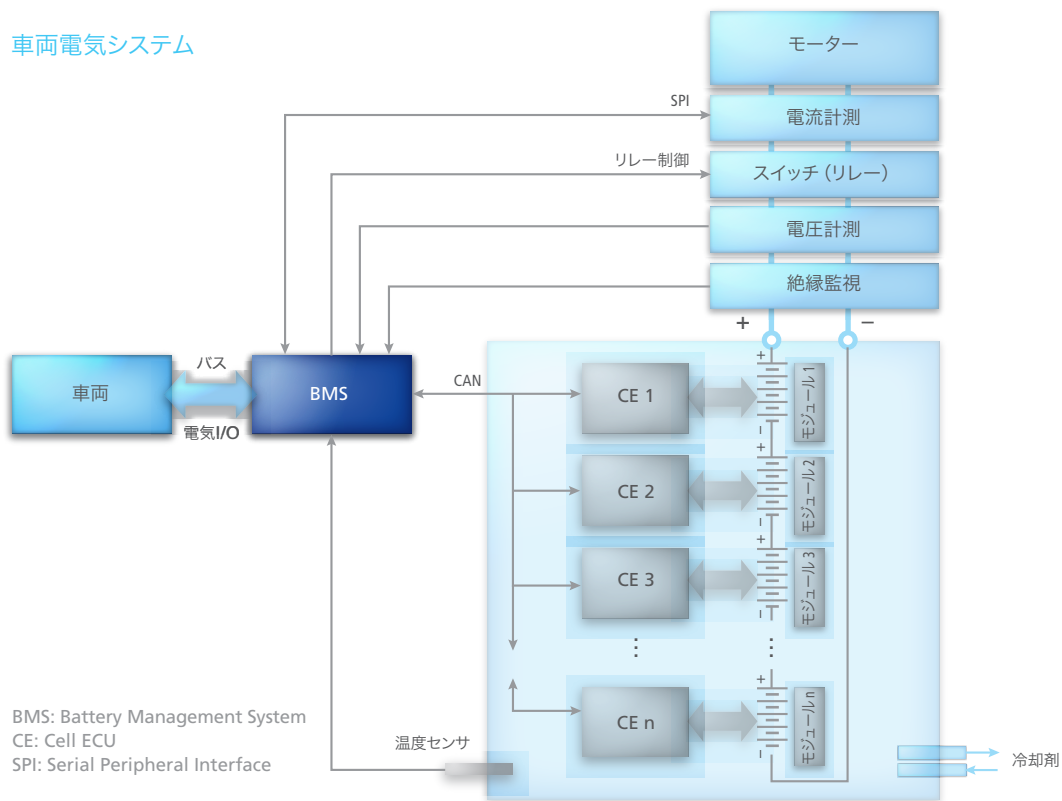

図 1：バッテリーの管理は、BMS とセル ECU (CE) の連携によって行われ、バッテリーモジュールに直接接続されて、バッテリーモジュールの監視を行います。
ドライブトレインの電化に必要な高電圧大電流を達成するために、リチウムイオンバッテリーはセルモジュールを多数連結して製造されます。BMW では、セルの監視および制御に大規模な ECU システムが使用されています (図 1)。このシステムは、バッテリーモジュールごとに割り当てられた 1 つのセル ECU (CE) と、CAN に接続された上位の 1 つの BMS で構成されています。各セル ECU の主な役割は、セル電圧の計測とセルの放電制御の実行で、BMS の役割はバッテリー管理の司令塔です。